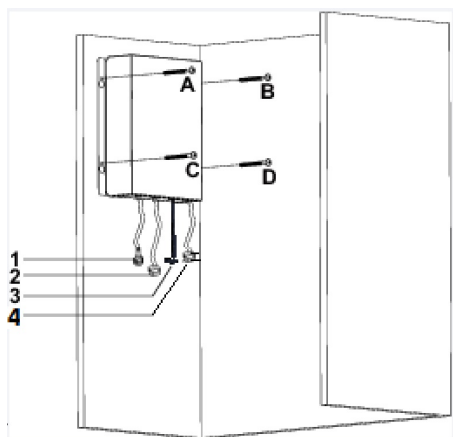

Fig. 17
2. → Elektronikboksen kan monteres inde i skabet ved brug af de 4 skruer 3,5 x 16 mm på punkterne A, B, C & D (Fig. 17).